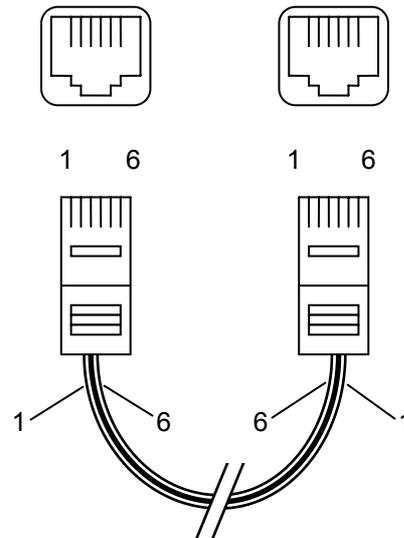

Figure 1: Câble modulaire à 6 fils
- Deux câbles modulaire de transmission à 6-fils (RJ12, fils croisés ; voir Figure 1) pour raccorder le *Masterlink MICC* au convertisseur Mass Sine et au chargeur Mass.